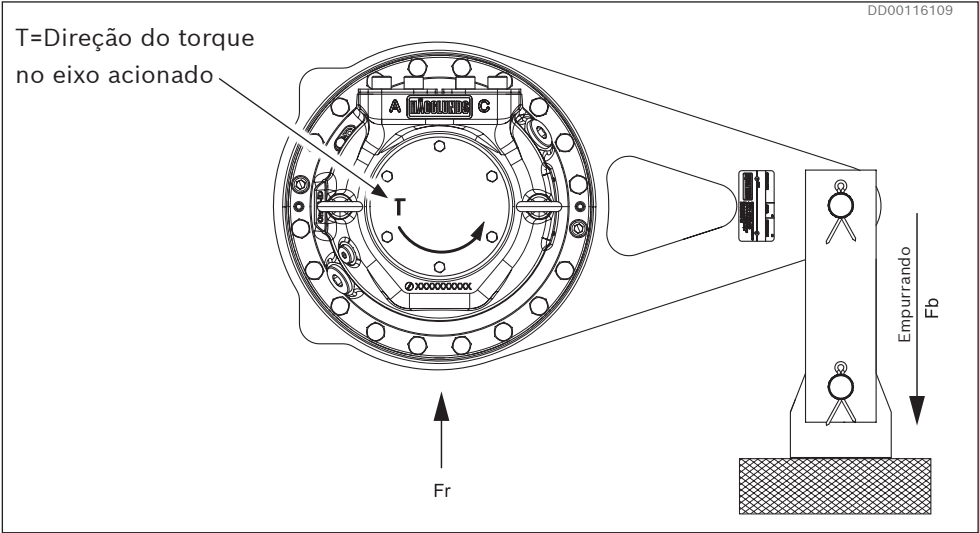

Fig. 15: Forças externas Fr, Fb para TC A
O braço de torque deve ser instalado no motor antes da sua montagem no eixo acionado. Certifique-se de que a base possa suportar as forças do braço de torque (consulte a *Fig. 15* e a *Tabela 8*). Consulte também a folha de dados RE 15355.
- ▶ Certifique-se de que a fundação e a máquina do cliente possam suportar as forças do braço de torque. Consulte a *Fig. 15 e a Tabela 8*.